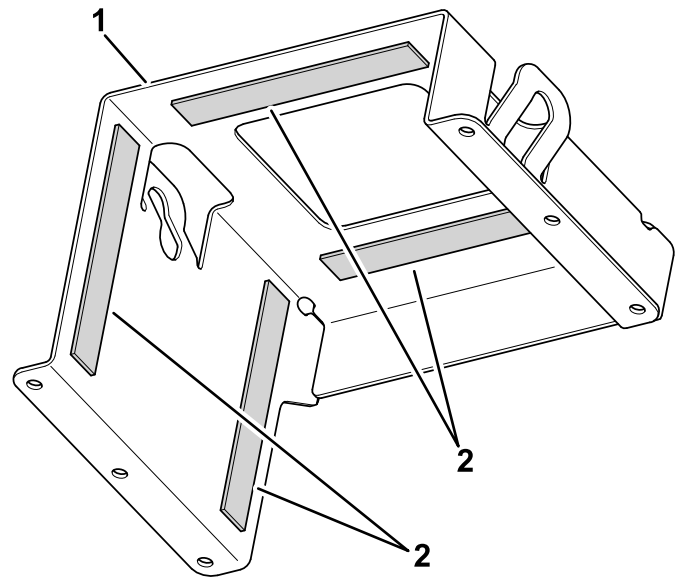

Figura 11
1. Instale 5 fitas de espuma (19 cm) no suporte superior (Figura 11).